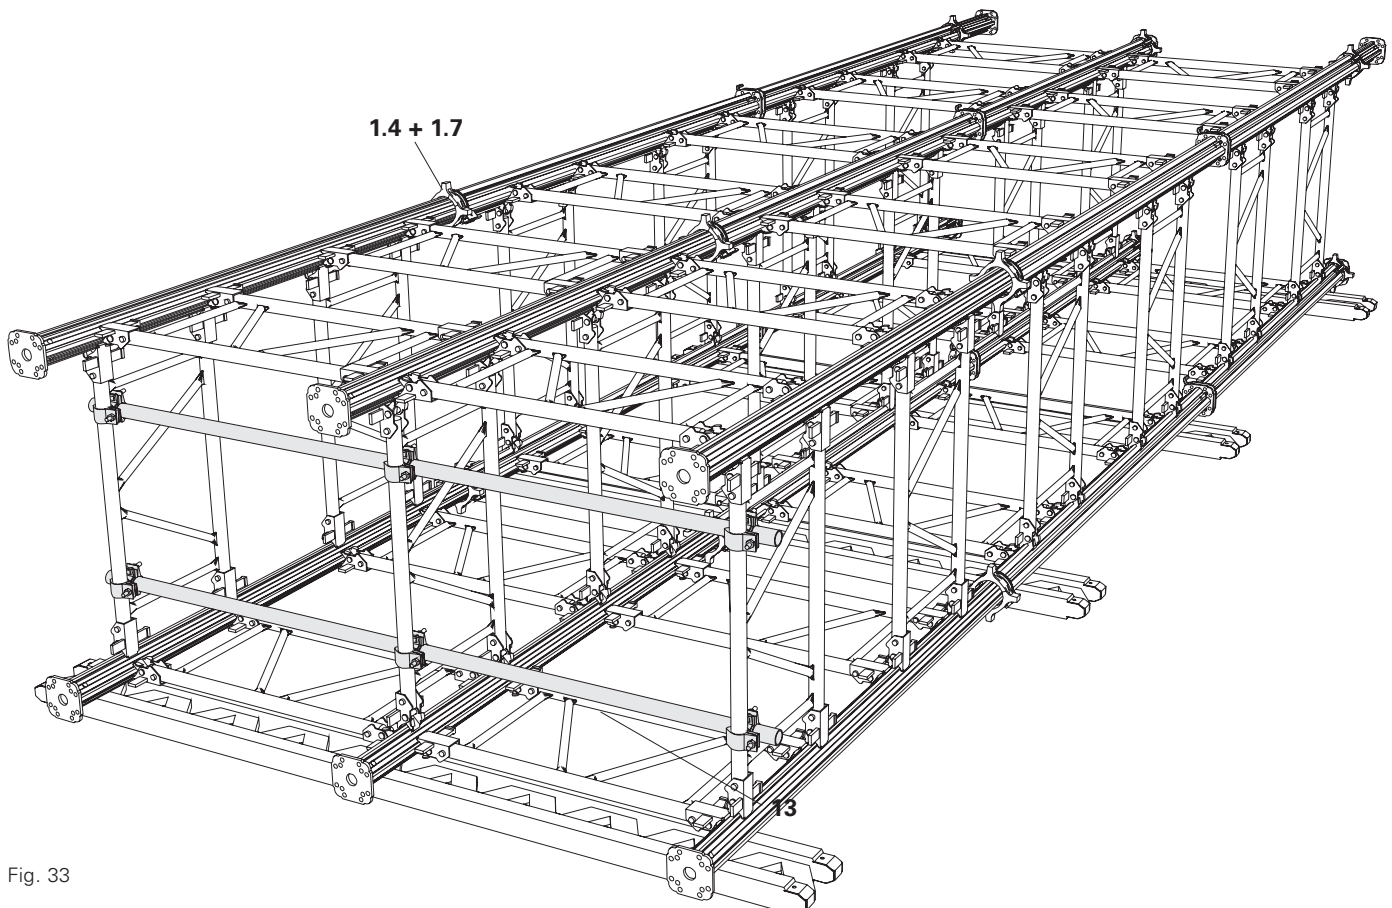

Fig. 33
- Montar tubos (13) por debajo de los tubos del bastidor superior para permitir el enganche a la grúa. (Fig. 33)